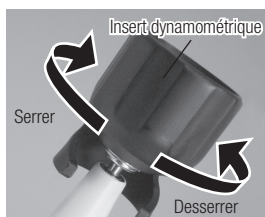

Fig.3
- 2) L'insert s'introduira par l'orifice du bas de la clé dynamométrique. Alignez la base carrée de l'insert dans la base carrée de la clé dynamométrique. Tournez-la ensuite dans le sens des aiguilles d'une montre jusqu'à entendre un clic. (Fig.3)